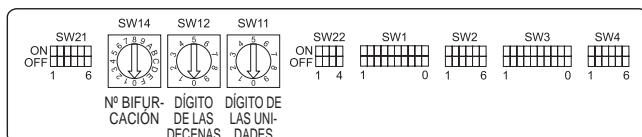

Fig. 5-9
5.5. Configuración de las direcciones (Fig. 5-9)
5.6. Detectar la temperatura ambiente con el sensor integrado en un mando a distancia (Fig. 5-9)
5.7. Cambiar la configuración para techos altos (Fig. 5-9)
5.8. Cambie la configuración para el sensor i-See (Fig. 5-9)
5.9. Cambiar el ajuste para la dirección del flujo de aire horizontal (Fig. 5-9)